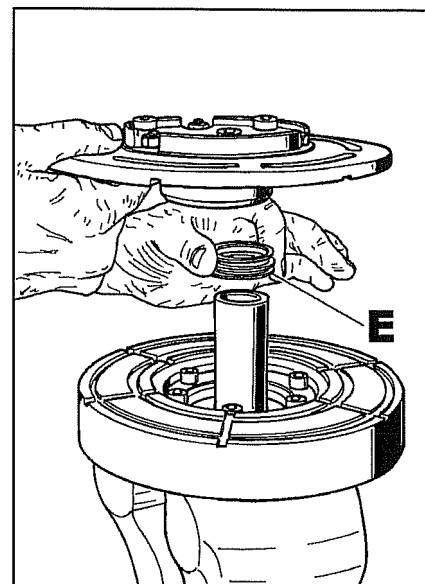
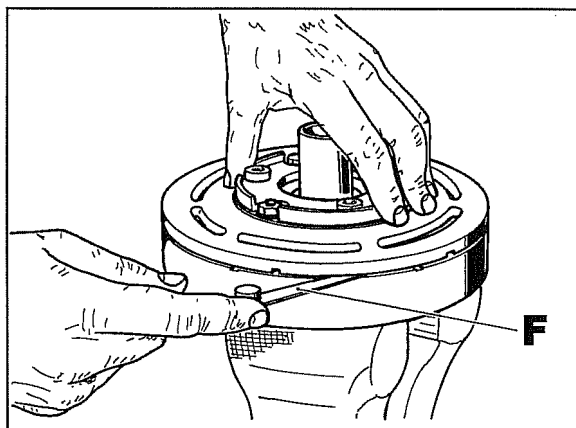

Fig. 15
Fig. 16
- Utilizar um tubo adequado aos rolamentos, logo, efectuar com uma morsa a montagem como ilustrado na fig. 15, utilizando os espaçadores **E** desmontados anteriormente.
- Detectar com um calibrador de folgas **F** fig. 16 a distância entre os dois discos. Tal distância deve ser de 0,6 mm, eventuais diferenças a mais ou a menos devem ser compensadas com os espaçadores **E** fig. 15.